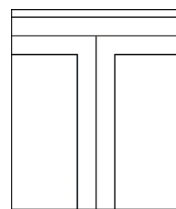

图 3-49 对齐结果
3) 按〈Enter〉键, 即可完成基线对齐的操作, 结果如图 3-49 所示。